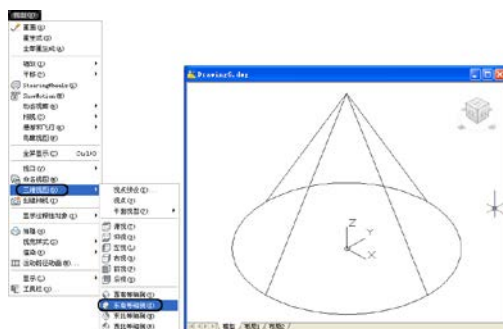

图 10.67 转换视图后的效果
- (3) 在菜单栏总选择【视图】/【三维视图】/【东南等轴测】命令，将视图转换为东南等轴测视图，如图 10.67 所示。